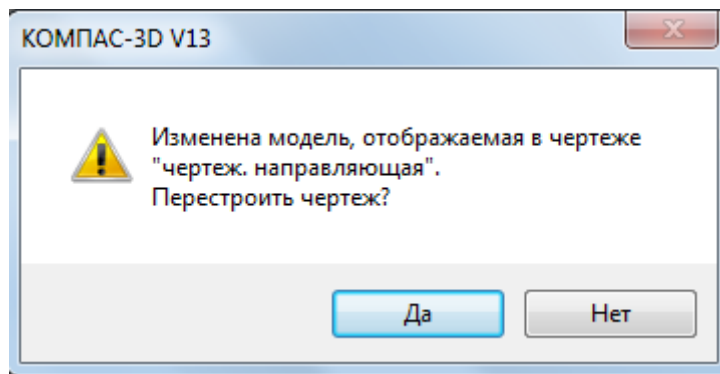

Рис. 25
- Активизируйте окно документа **Ассоциативные виды. Направляющая**. По запросу системы: «**Перестроить чертеж?**» Подтвердите – **Да** (рис.25).